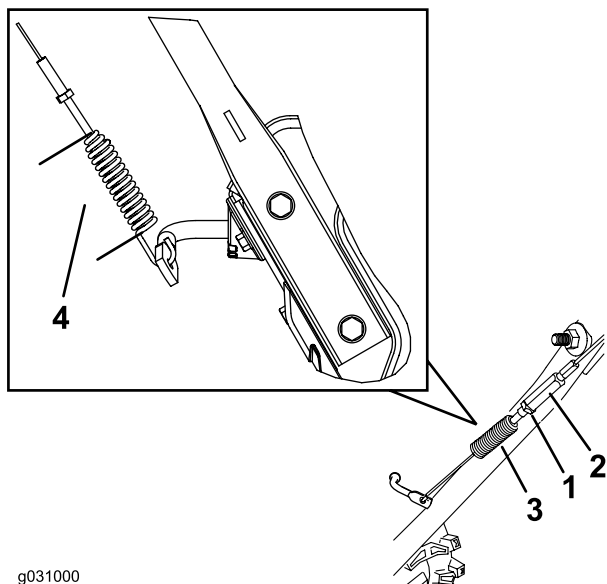

Figure 34
3. Desserrez ou serrez le tendeur pour régler la longueur du ressort à 7 cm ($2\frac{3}{4}$ po), comme montré à la Figure 34.
4. Serrez l'écrou de blocage (Figure 34) en vérifiant que le câble est légèrement tendu.